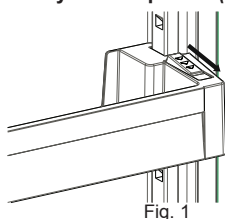

Fig. 1
**Før å endre plasseringen av Adapti-Lift;** hold i bunnen av hyllen og trekk knappene på siden av dørhyllen til pilens retning (Fig. 1)